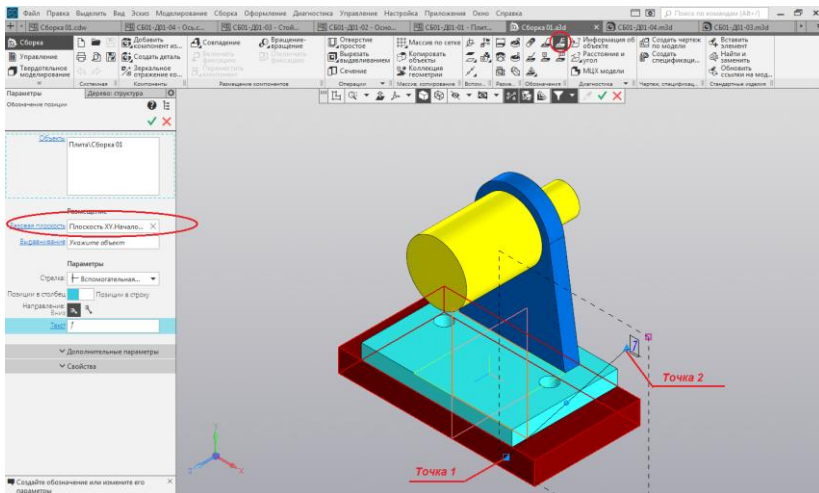

Рис. 42. Простановка позиционной линии-выноски и номера позиций к детали СБ01-Д01-01
01.a3d. Вызовите команду **Обозначение позиции** на панели **Обозначения**. Укажите объект, на который указывает линия-выноска — точку, ребро или грань на детали (точку 1), стараясь не указывать линии раздела деталей и укажите положение обозначения (точку 2). После ее указания автоматически определяется положение плоскости обозначения - по умолчанию одна из координатных плоскостей. Для изменения плоскости обозначения, если это необходимо, нажмите кнопку **Базовая плоскость** на Панели параметров и укажите плоскость XY - плоскость, совпадающую с плоскостью вида в чертеже (рис. 42). Нажмите кнопку **Создать объект** .